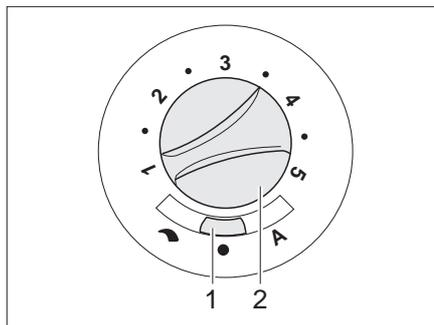

Bild 113 Bedienschalter für Umluftgebläse (12 V)
- Den Schiebeschalter (Bild 113,1) auf "☞" (Handregelung) oder "A" (Automatikbetrieb) stellen.
- Wenn am Schiebeschalter (Bild 113,1) "☞" (Handregelung) eingestellt ist: Mit dem Drehknopf (Bild 113,2) die gewünschte Leistung des Umluftgebläses einstellen.
- Den Schiebeschalter (Bild 113,1) auf "●" (Aus) stellen. Bei Heizbetrieb ist diese Schalterstellung außer Funktion.